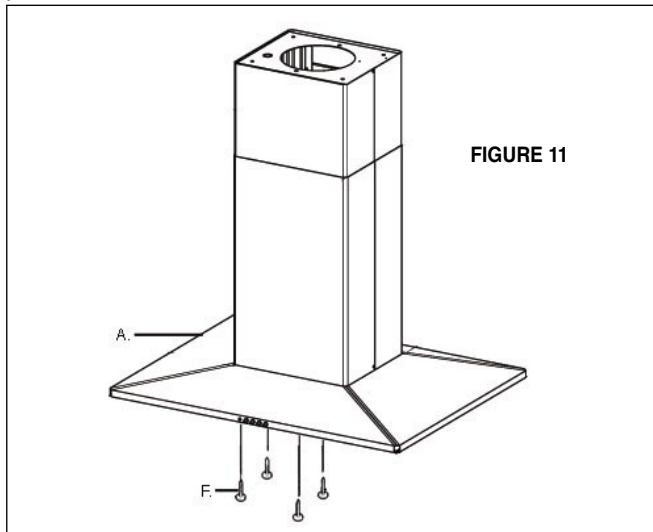

FIGURE 11
4. Ensuite, fixer par le bas, au moyen de quatre vis fournies (F de la FIGURE 11) la HOTTE (A de la FIGURE 11) au treillis prévu.